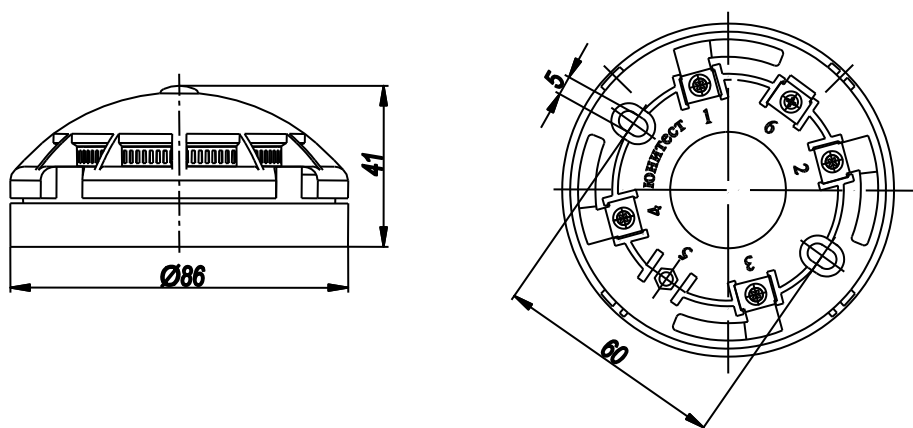
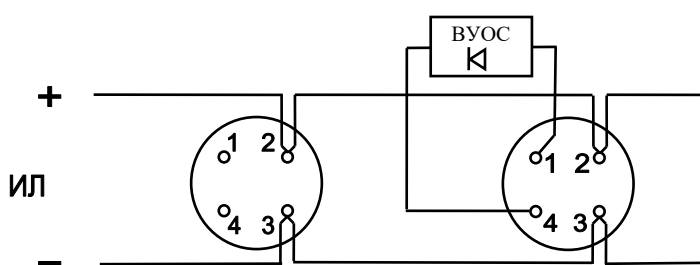

Рис.1. Габаритные и установочные размеры извещателя.
Рис.2. Схемы включения извещателя в информационную линию «Минитроник А32».
5.2. Установить базы извещателей согласно проекту. Габаритные и установочные размеры извещателя показаны на рис.1, схемы подключения – на рис.2.